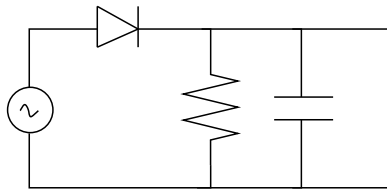
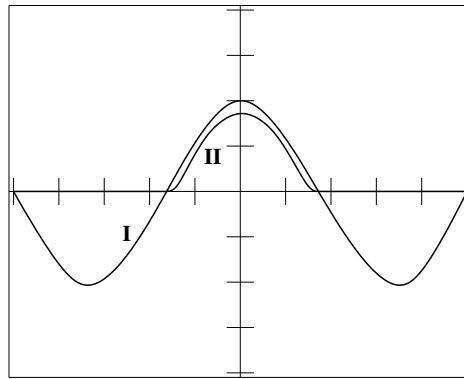

Figura 3: Circuito rectificador.
Figura 4: Señales en el circuito rectificador.
7. En el circuito de la figura 3, el efecto de aumentar la capacidad se traduce en:
8. La figura 4 representa la pantalla de un osciloscopio en el que hay dibujadas dos señales obtenidas en el circuito rectificador con diodo de la figura 3 sin el condensador.
10. ¿Que efecto tendría sobre la señal de salida aumentar la frecuencia en el circuito rectificador de la figura 3?